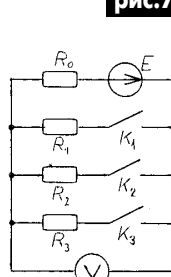

рис.9
12. В електричному колі (рис.9) $R1 = 40$ Ом, $R2 = 60$ Ом. Вольтметр показує, якщо замикають ключ $K1$, 200 В, якщо замикають ключі $K1$ та $K2$, 196,8 В, якщо замикають усі ключі, 189 В. Визначити ЕРС E , внутрішній опір джерела та опір резистора $R3$.